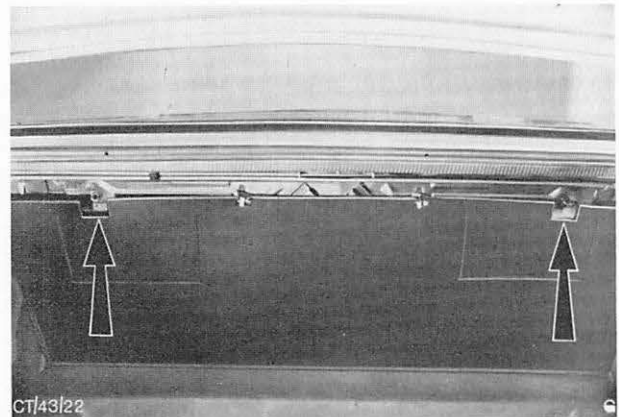

Abb. 32 Die Befestigungsschrauben der Hintersitzlehne sind vom Kofferraum her zugänglich.
2. Hintersitzlehne ausbauen. Abb. 32.